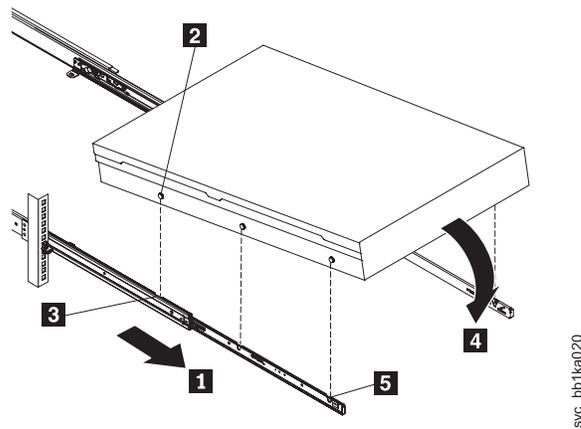

図 40. ラックのスライド・レールへの SAN ボリューム・コントローラー 2145-CF8 ノードの取り付け
- a. スライド・レール (図 40 の **1**) を、2 度カチッと音がして所定の位置に収まるまで、前方に引きます。